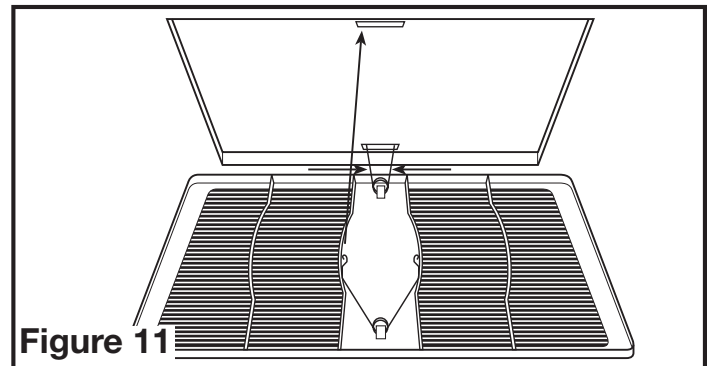

Figure 11
5. Installer la grille en pressant ensemble les deux extrémités des ressorts et en les installant dans les fentes du châssis du ventilateur. Pousser la grille en position (**Figure 11**).